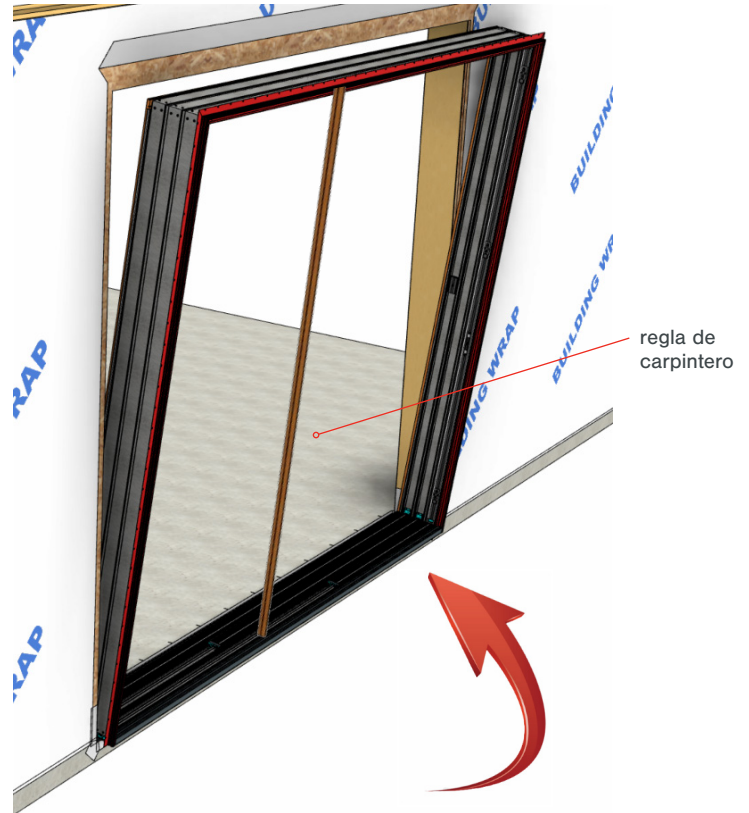

Fig 24
- Siga los pasos estándar de instalación y alineación de las Fig. 24–25, página 22.